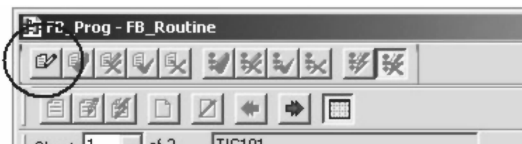

图 16-39 开始待决例程编辑
2. 在功能块工具栏中单击“开始待决例程编辑”（Start Pending Routine Edits）按钮，如图 16-39 所示。